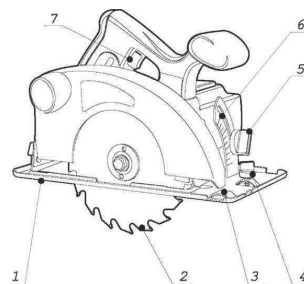

Рис. 1
Общий вид циркулярной пилы электрической (Рис. 1). Перед снятием, либо установкой пильного диска отключите инструмент от электрической сети, выдернув шнур из сети питания.
Данная модель пилы дисковой, оборудована блокировкой включения, для включения необходимо нажать кнопку (3) (Рис. 1) и только после этого с помощью выключателя (7) (Рис. 1) осуществить пуск машины.
Для выполнения пропила под углом к поверхности корпус пилы необходимо установить под углом к основанию пилы (1) (Рис. 1). Угол наклона контролировать по шкале (6). Фиксация наклонного положения осуществляется фиксатором (5). При необходимости точного выставления угла наклона используйте угломер.